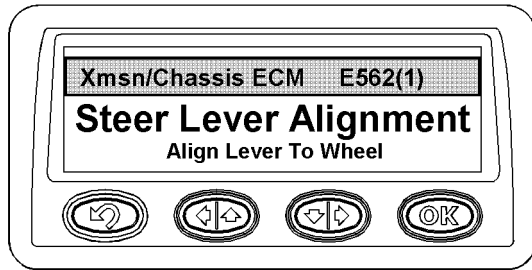

Ilustración 70
Para activar el control de dirección, la palanca universal izquierda debe estar alineada con relación al ángulo de dirección de las ruedas delanteras. Si la palanca universal izquierda no está alineada, el indicador de dirección se ilumina y se muestra un "suceso" en el Messenger. Consulte la Ilustración 70. Si la palanca universal izquierda no está alineada, no es posible maniobrar la dirección. Desconecte el freno de estacionamiento o haga un cambio a una posición diferente a la posición NEUTRAL, a menos que las condiciones requeridas para la anulación del freno de estacionamiento se hayan cumplido.
- El suceso de alineación de palanca universal desaparece de la pantalla del Messenger. Consulte la Ilustración 70.